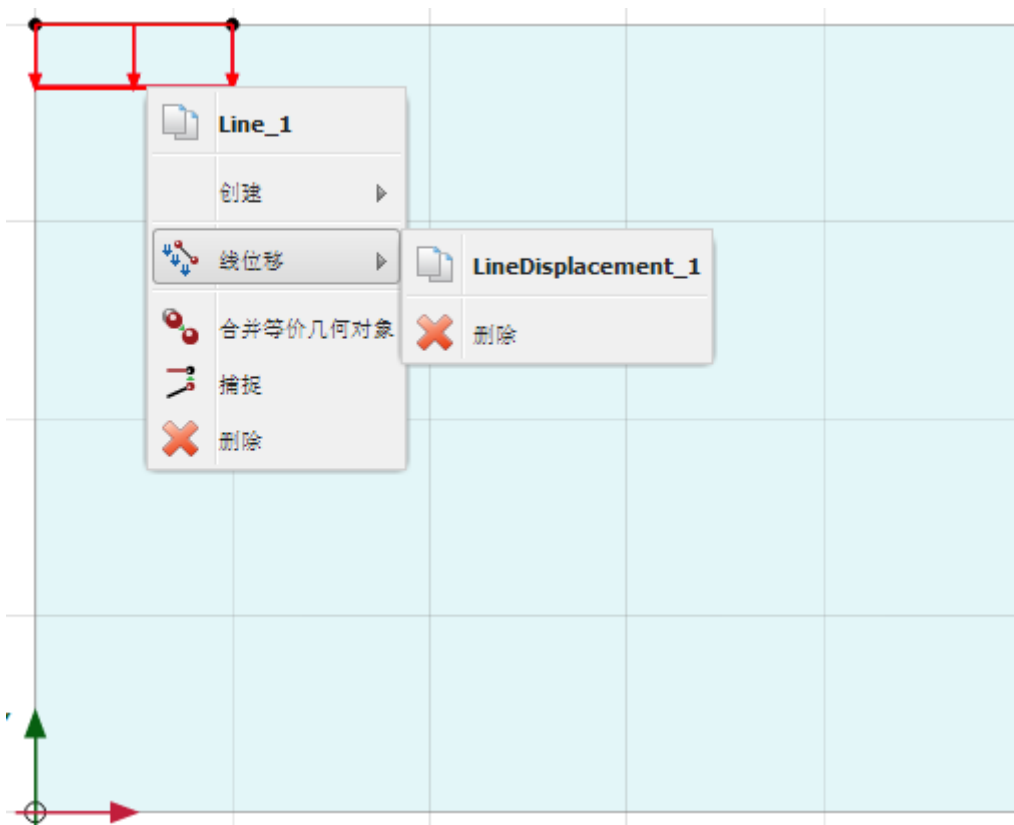

图 22 删除指定位移
- 右键指定位移，在下拉菜单中选择线位移，在扩展菜单中单击删除选项（图 22）。